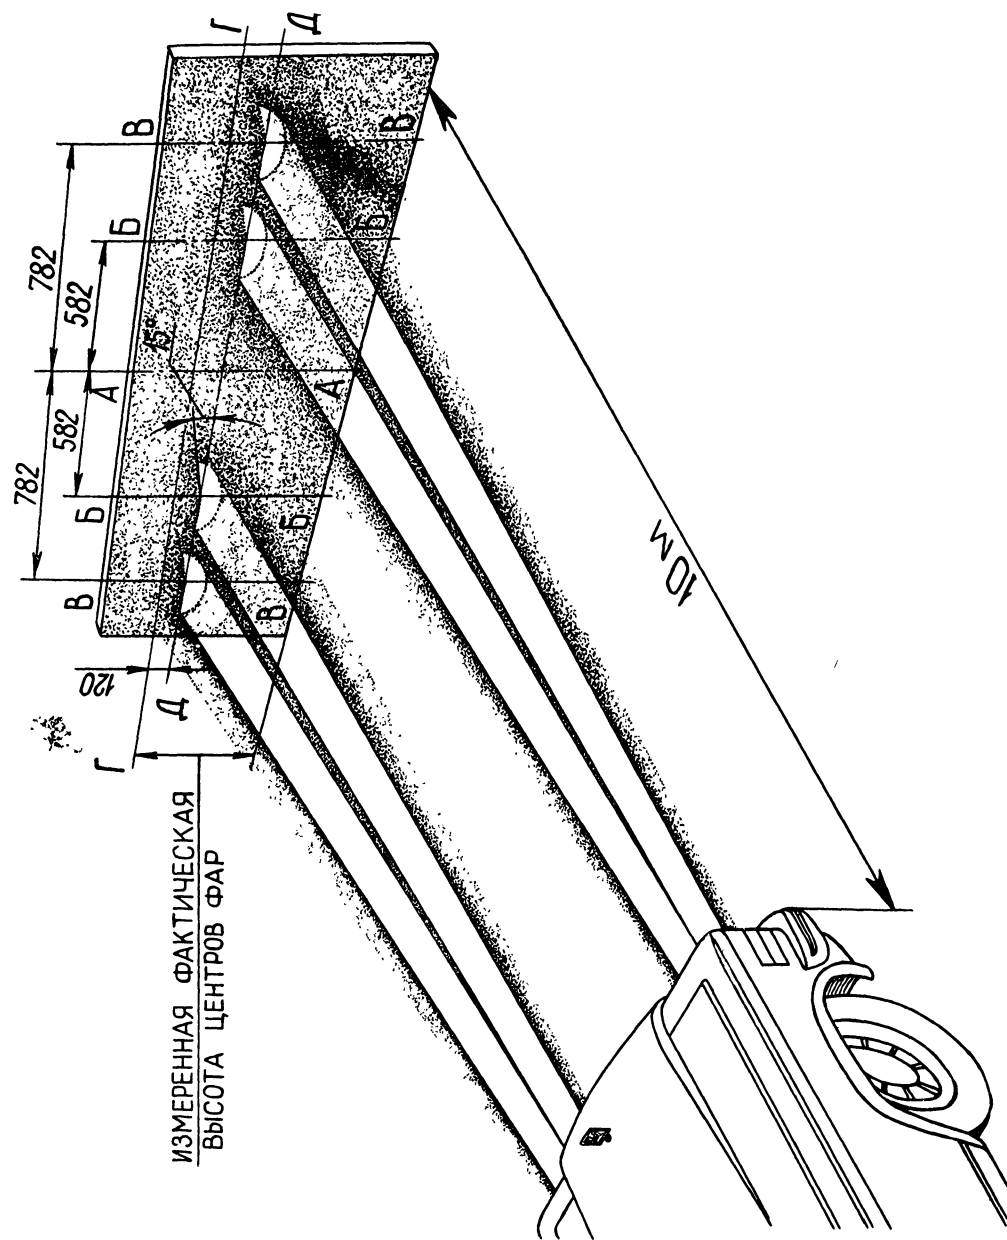

Рис. 74. Разметка экрана для регулировки света фар
2. На экране нанести следующую разметку /рис. 74/: